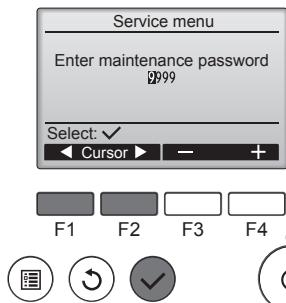

Fig. 7-2
① Selecione "Service" (Assistência) no Menu principal e prima o botão ②.
② Quando o Menu de assistência é seleccionado, aparece uma janela a pedir a palavra-passe. (Fig. 7-2)